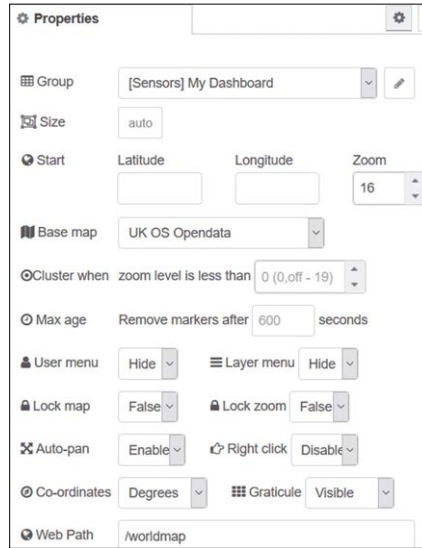

Figure 11.23 Configuration du noeud worldmap
- Créer un **carte du monde** Node et le configurer comme indiqué dans la figure 11.23. Effectuer les réglages suivants (en supposant que vous êtes au Royaume-Uni) :